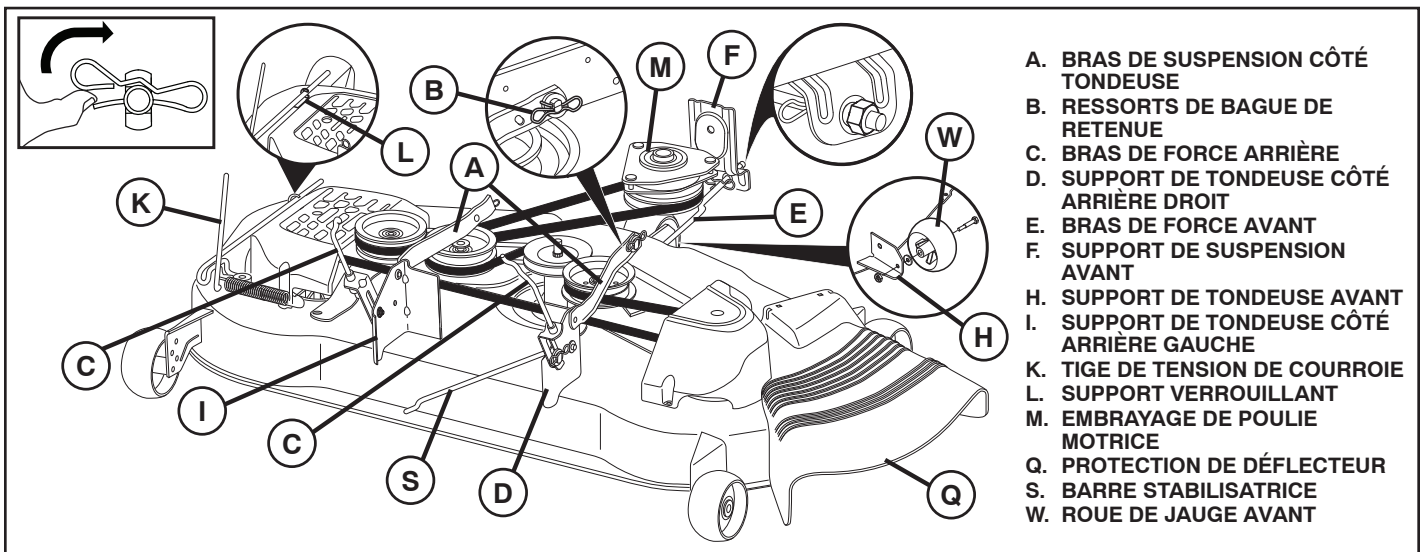

Fig. 7
9. INSTALLER LA COURROIE SUR L'EMBRAYAGE DE POULIE MOTRICE (M) (Voir la Fig. 7 et 15)
- Désengager la tige de tension de courroie (K) du support verrouillant (L).
- Installer la courroie sur l'embrayage de poulie motrice (M).